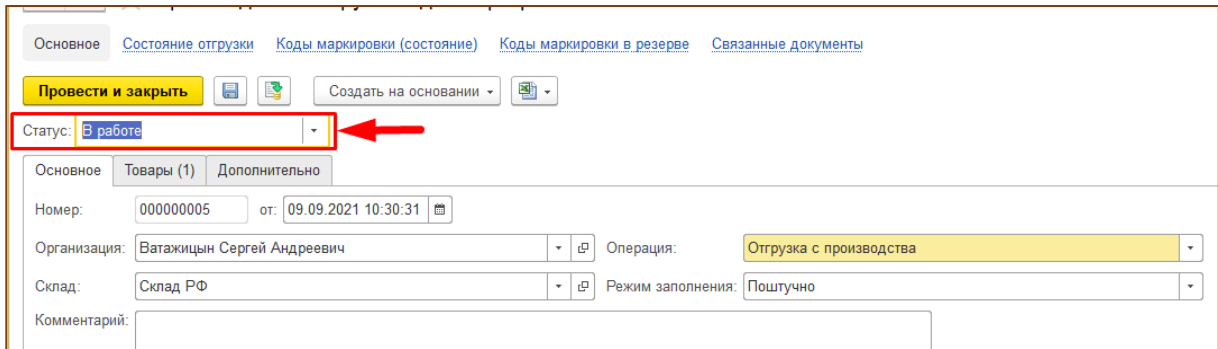
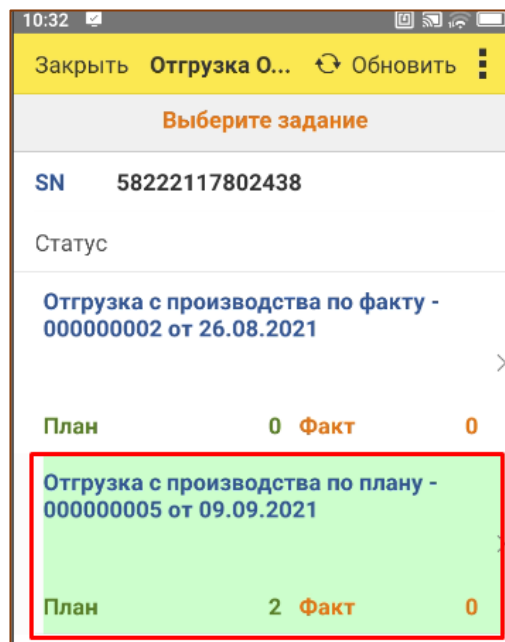

Рис. 11.2 - Создание документа «Отгрузка с производства» в 1С: Total Mark
Рис. 11.3 – Отгрузка с производства по плану
1. После создания документа «Отгрузка» в 1С: Total Mark и установки статуса «В работе» (Рис. 11.2) на ТСД будет создано задание на отгрузку с тем же номером, как у документа в системе (Рис. 11.3);